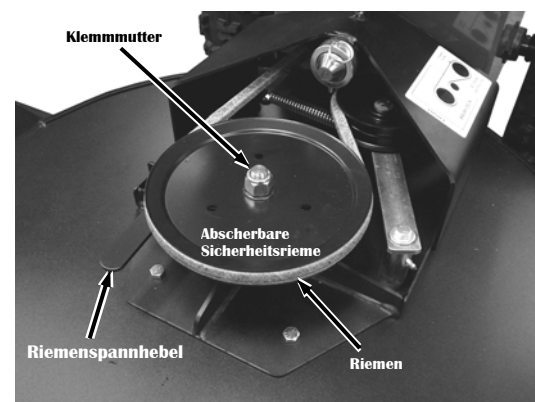

Abbildung 37
2. Lösen Sie den Riemenspannhebel und nehmen den Riemen von der Riemenscheibe (**Abbildung 37**).